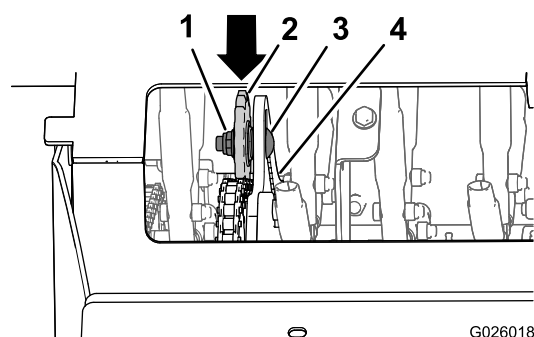

Figura 63
4. Afloje la contratuerca y el perno de cuello cuadrado que sujetan el piñón del tensor (Figura 63).
- Presione hacia abajo y hacia adelante sobre el piñón para aumentar la tensión de la cadena, según se muestra en la Figura 63.